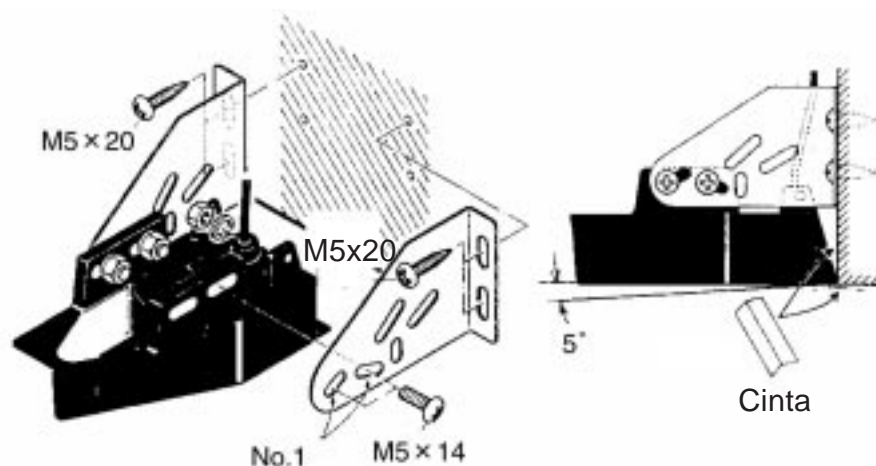

Figura 1-8 Montaje en popa en cascos planos
**Nota:** A veces puede resultar conveniente inclinar ligeramente el transductor para evitar la formación de burbujas de aire en la cara del mismo (ver la figura 1-8). La posición óptima se obtiene por experimentación.